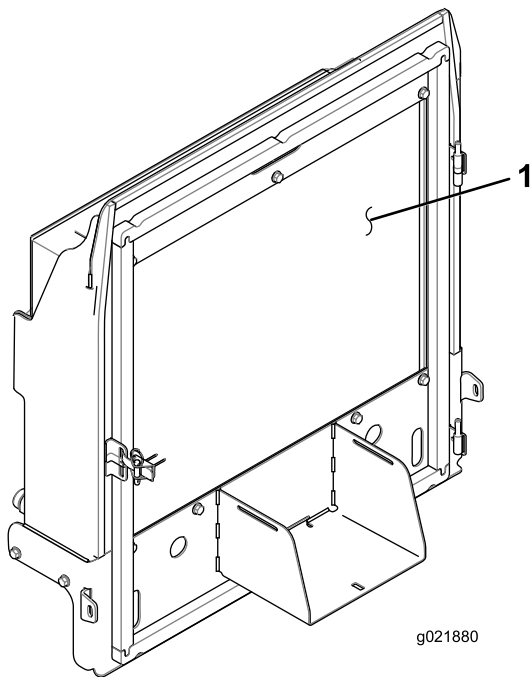

Figura 143
4. Limpie a fondo ambos lados del radiador/del enfriador de aceite con aire comprimido (Figura 143).